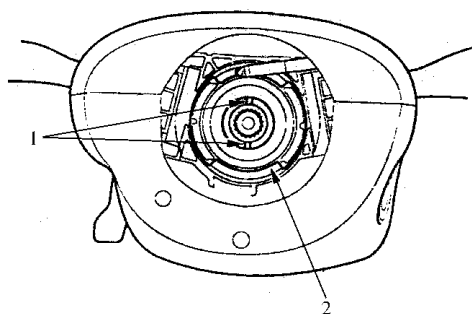

图 7-11 将喇叭解除凸轮凸耳置
2) 如图 7-11 所示, 将喇叭解除凸轮的凸耳置于正上方和正下方。